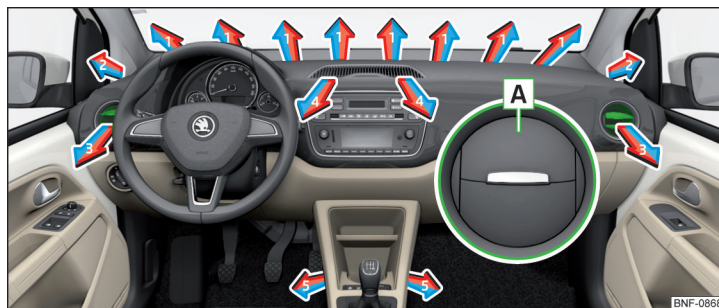

Abb. 91 Luftaustrittsdüsen
Bei den Luftaustrittsdüsen **3** » Abb. 91 kann die Luftströmungsrichtung geändert und die Düsen können auch einzeln geöffnet und geschlossen werden.
- Zum **Öffnen** auf den Außenrand der Lamelle im Bereich **A** drücken » Abb. 91.
Richtung des Luftaustritts einstellen	Luftaustrittsdüsen » Abb. 91